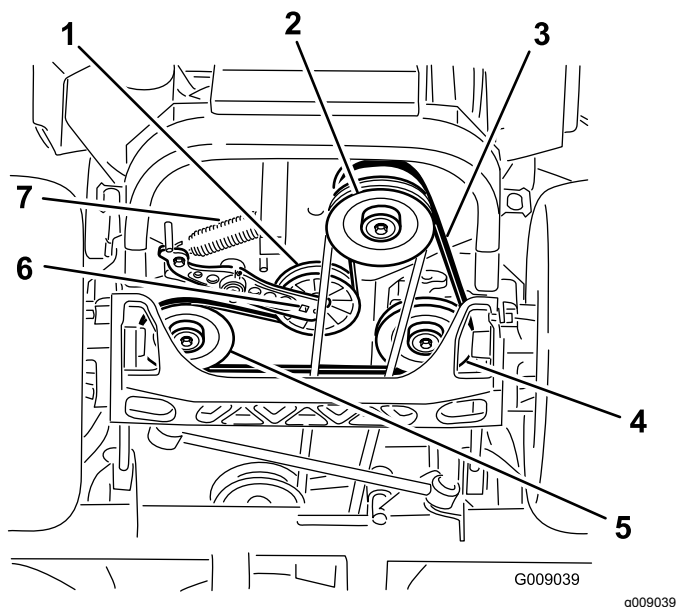

Figura 83
4. Sollevare la macchina e sostenetela su cavalletti (Figura 83).
5. Utilizzate un cricchetto nel foro quadrato del braccio di rinvio per rimuovere la molla del tenditore (Figura 83).
6. Sganciate la molla del tenditore dal telaio (Figura 83).
9. Utilizzate un cricchetto nel foro quadrato del braccio di rinvio per installare la molla del tenditore sul telaio (Figura 83).